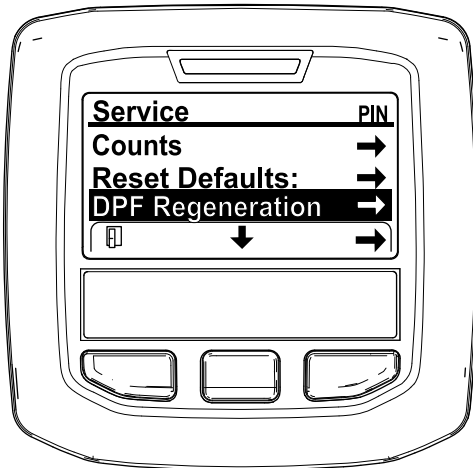

Figura 30
- En el MENÚ SERVICIO, pulse el botón central hasta que se muestre la opción REGENERACIÓN DEL FPD, y pulse el botón derecho para seleccionar la opción REGENERACIÓN DEL FPD (Figura 30).